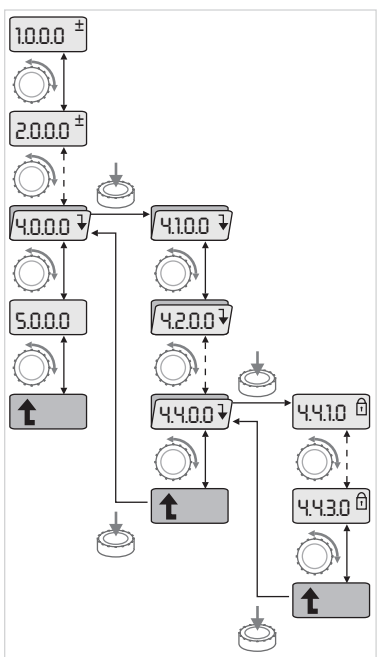

Fig. 33: Navigointiesimerkki
- Yleinen navigointi valikossa tapahtuu seuraavasti (esimerkki, katso Fig. 33):